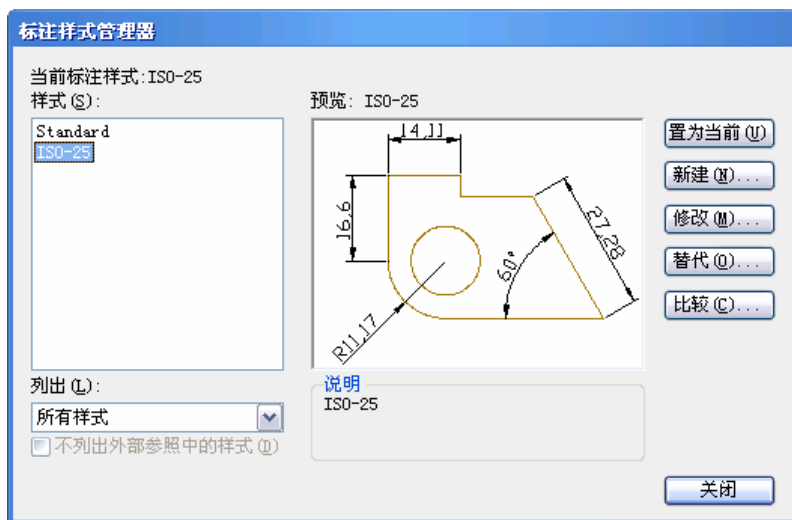

图 9-2 “标注样式管理器”对话框
执行 Ddim 命令后，将出现如图 9-2 所示“标注样式管理器”对话框。
1) 执行 Ddim 命令，在如图 9-2 所示的“标注设置”对话框中，点击“新建”按钮，在“新的标注样式”对话框，在新标注样式名中输入“ZW”。